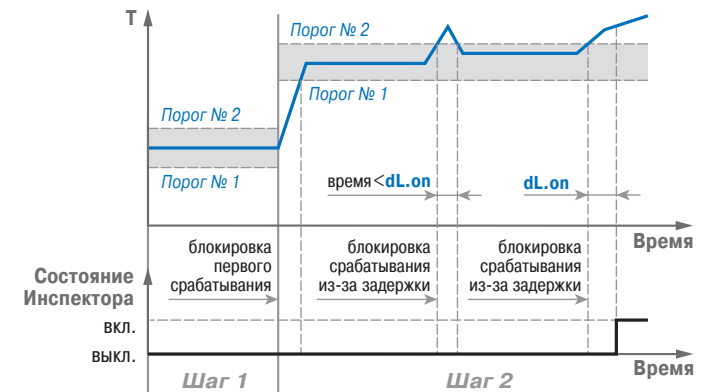

Рис. 8. Пример логики работы и блокировок срабатывания Инспектора
3.7.4.3. Пример логики работы Инспектора с блокировками изображен на рис. 8.